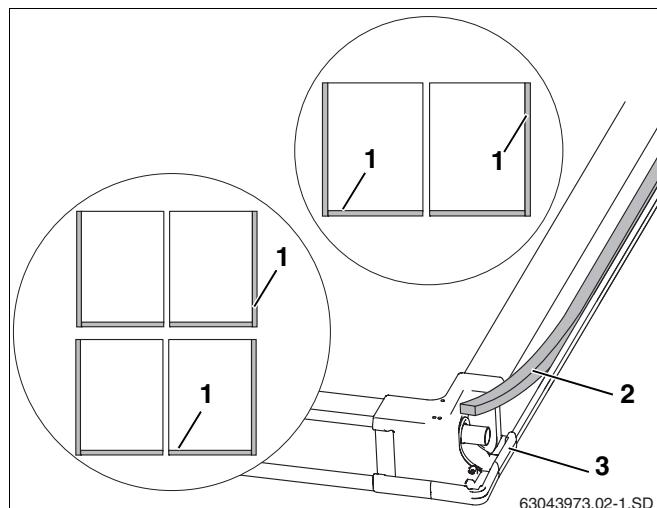

Рис. 21 Задняя сторона коллектора
В местах соединений боковых и нижних накладных листов с коллекторами (рис. 21, **поз. 1**) должна быть уложена уплотняющая лента.
- Уложить уплотняющую ленту (рис. 21, **поз. 2**) kleящей стороной вперед в пазы наружной стороны крайнего коллектора и внизу каждого коллектора (рис. 21, **поз. 1**), в т.ч. в угловой соединительный элемент (рис. 21, **поз. 3**).